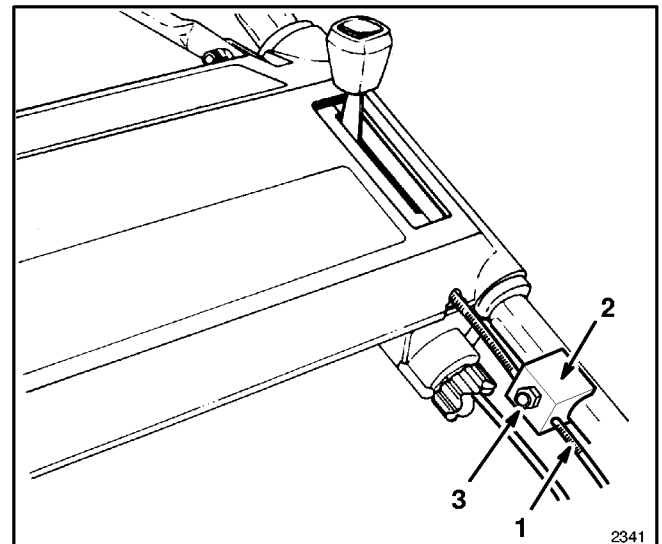

Abbildung 22
3. KABEL EINSTELLEN (Abb. 22) – Die Mutter am Kabelhaltebügel lösen. Einen 1/8" starken Gegenstand zwischen Brems-Kontrollbügel und Griff stecken. Den Kabelschlauch nach unten ziehen, bis das Spiel vollständig aus dem Draht beseitigt ist. Dann die Mutter am Kabelhaltebügel anziehen.